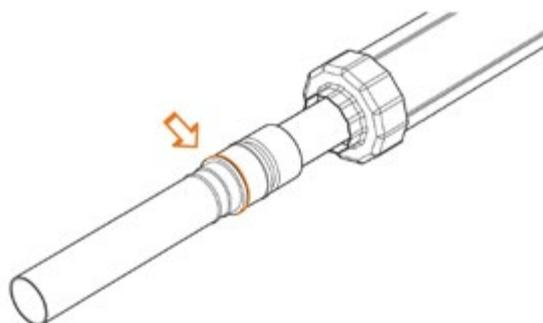

Рис. .5.8.9
**7.** После запрессовки визуально убедиться, что между буртом втулки пресс-фитинга и торцом гильзы надвигной нет зазоров (рис. 5.8.9).